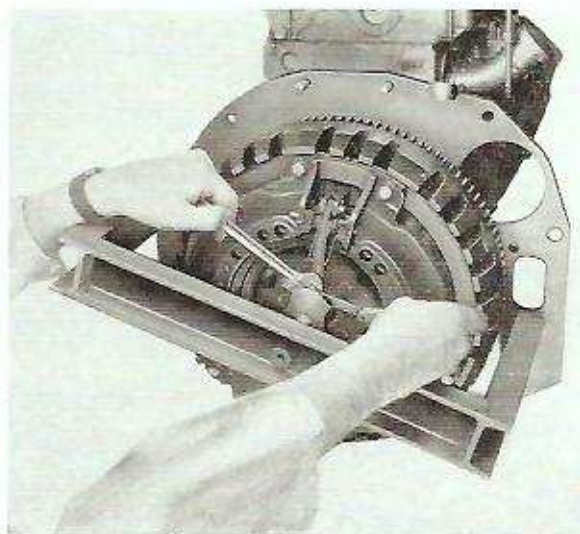

Fig. 5
- Procéder au réglage en amenant les vis des leviers au contact de l'étoile, avec interposition d'une cale de 0,04 mm (Fig. 5).